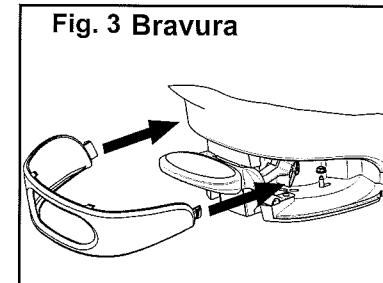
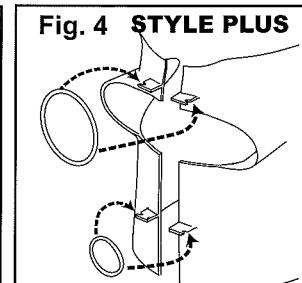

Fig. 3 Bravura
Fig. 4 STYLE PLUS
- 3. STYLE Plus and Bravura only:** Remove shroud from base of unit (Figs. 3 & 4).
- 9. Bravura only:** Install Shroud (Fig. 3). **STYLE PLUS only:** Attach shroud to toilet by depressing pedal and placing the pedal opening over the pedal and pushing it firmly against the base. Press the sides of the shroud to the toilet and attach two O-rings on the hooks to secure it. Make sure to engage dual lock under front of shroud by tapping shroud above pedal (Fig. 4).
- 9. Modèle Bravura seulement :** Installer l'enveloppe de protection (fig. 3). **Modèle PLUS seulement :** Fixer l'enveloppe de protection à la toilette en appuyant sur la pédale tout en alignant l'orifice sur la pédale et en l'enfonçant fermement dans le socle. Presser les côtés de l'enveloppe de protection sur la toilette et fixer les deux joints toriques aux crochets pour les maintenir en place. Tarauder l'enveloppe sur la pédale pour s'assurer d'engager le double verrou sous le devant de l'enveloppe de protection. (Fig. 4).
- 9. Sólo el modelo Bravura:** Instale el recubrimiento (Fig. 3). Sólo el modelo **STYLE PLUS:** Para acoplar el recubrimiento al inodoro oprima el pedal y coloque la abertura sobre el mismo, luego empújela firmemente contra la base. Oprima ambos lados del recubrimiento contra el inodoro y coloque en los ganchos dos juntas tóricas para fijarlo. Golpee ligeramente el recubrimiento sobre el pedal para verificar que el cierre doble se haya enganchado debajo del mismo. (Fig. 4).